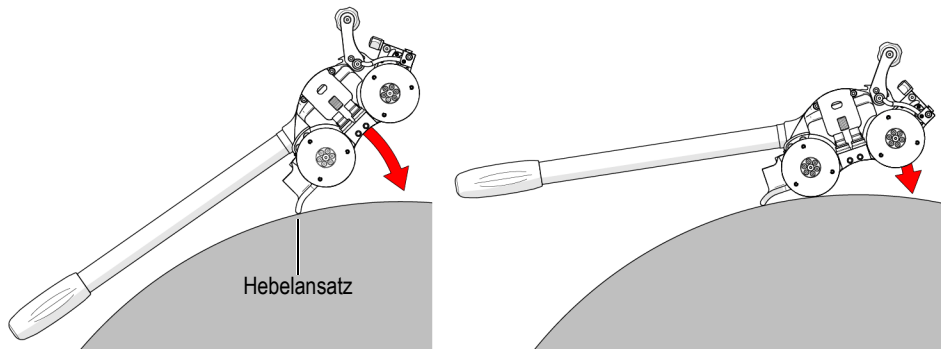

Abbildung 4-18 Absenken des HT-Fahrwagens auf die Oberfläche
6. Halten Sie mit einer Hand den Griff des Fahrwagens und mit der anderen Hand den Manipulationsgriff fest und senken Sie den Hebelansatz des Fahrwagens vorsichtig auf die Inspektionsfläche ab. Dabei sollten die Räder des Fahrwagens so weit wie möglich von der Oberfläche entfernt gehalten werden (siehe Abbildung 4-18 auf Seite 154).
7. Halten Sie den Handgriff fest und senken Sie die Räder des Fahrwagens langsam auf die Inspektionsfläche ab (siehe Abbildung 4-18 auf Seite 154), bis alle vier Räder die Fläche berühren.